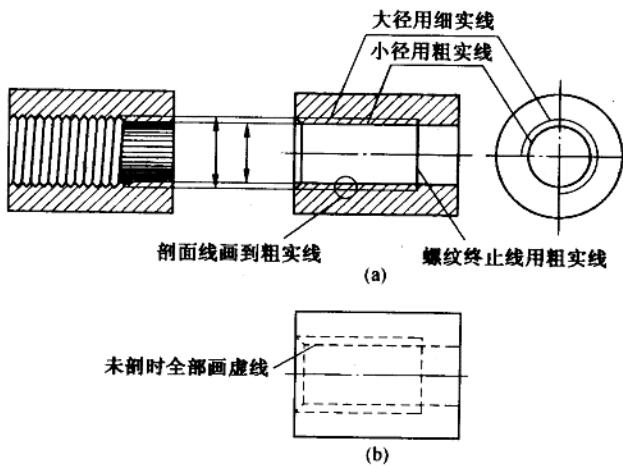

图 1—11 内螺纹规定画法
(3) 内、外螺纹连接。国标规定，在剖视图中表示螺纹连接时，其旋合部分应按外螺纹的画法表示，其余部分仍按各自的画法表示，如图 1—12 所示。